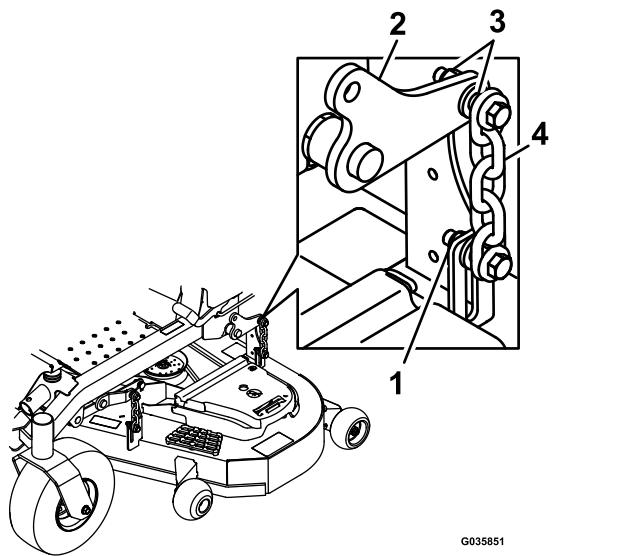

Figura 86
- Afloje las contratuerças (Figura 86) en las 4 esquinas y compruebe que la carcasa de corte está bien asentada sobre los cuatro bloques.